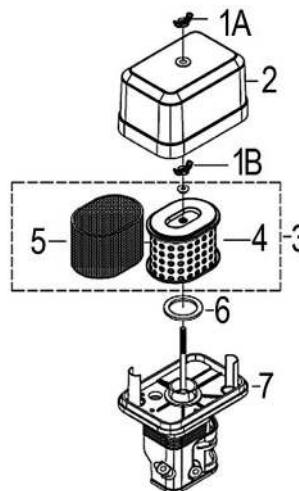

Рис. 22 Обслуживание воздушного фильтра
1. Открутите барашковую гайку 1А и снимите крышку 2 воздушного фильтра (Рис. 22).
2. Открутите барашковую гайку 1В и извлеките из корпуса воздушный фильтр 3 в сборе (Рис. 22).
3. Проверьте целостность и чистоту фильтрующих элементов. Поролоновый (предварительный) фильтрующий элемент 5 установлен на корпусе бумажного фильтрующего элемента 4 (Рис. 22).
4. При незначительном загрязнении промойте поролоновый фильтрующий элемент 5 (Рис. 22) теплым мыльным раствором и просушите. Поврежденный или сильно загрязненный поролоновый фильтрующий элемент замените.
5. Произведите очистку корпуса 7 и крышки 2 воздушного фильтра, не допуская попадания пыли и грязи в воздуховод, ведущий к карбюратору (Рис. 22).
7. Перед установкой воздушного фильтра убедитесь, что уплотнительное кольцо 6 воздушного фильтра находится на месте и не имеет повреждений (Рис. 22).